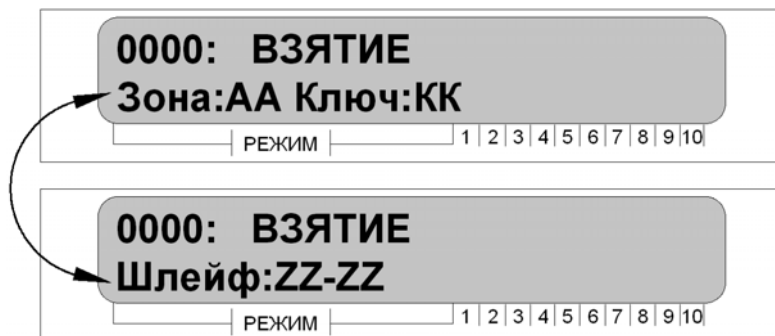

Рисунок 10 – Постановка зоны на охрану
- на ЖК-дисплее отобразится выполненное действие с попеременным указанием зоны охраны, ключа постановки и шлейфов поставленных на охрану, рисунок 10.
- отобразится состояние зоны и шлейфов включенных в выбранную зону, рисунок 10;